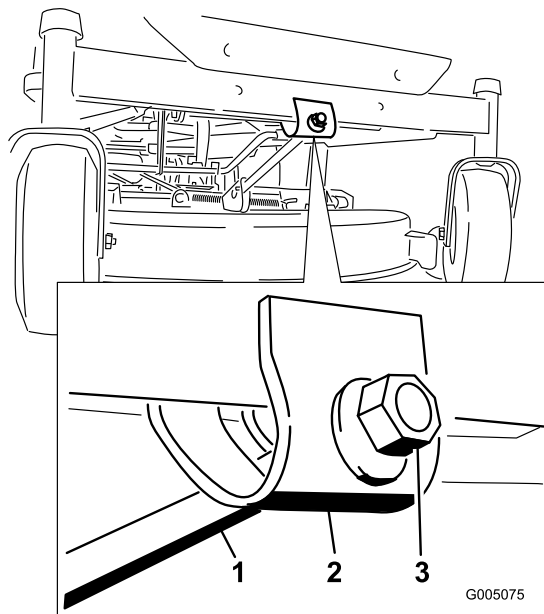

Figura 50
6. Para ajustar la inclinación longitudinal, gire la tuerca de ajuste de la parte delantera del cortacésped (Figura 50).